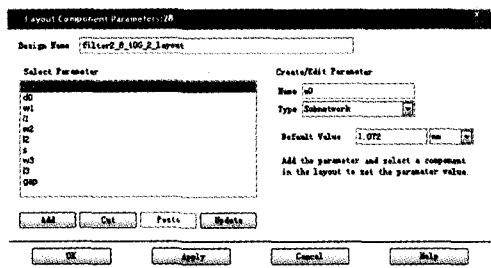

图3 设置电路参数示意图
(1)在 Layout 窗口中,设置好基片材料后,执行命令: Momentum-Component-Parameters,在弹出窗口中根据电路仿真中设置的参数添加同样的参数,包括微带线的长度,宽度,缝隙的宽度等,并且注意相互关系和单位,如图 3。